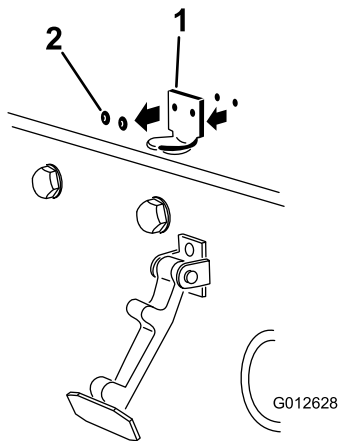

Bild 7
2. Entfernen Sie die zwei Nieten, mit denen die Halterung des Motorhaubenriegels an der Motorhaube befestigt ist (Bild 7).